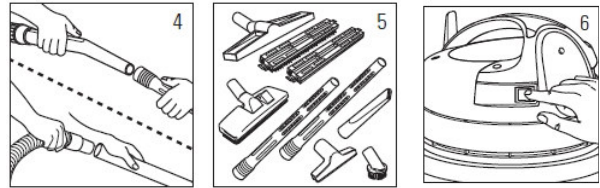

Abb. 7: Montage des Trockensaugers Schritte 4 bis 6
Schritt 4: Saugrohre auf Saugschlauch stecken (Abb.7).